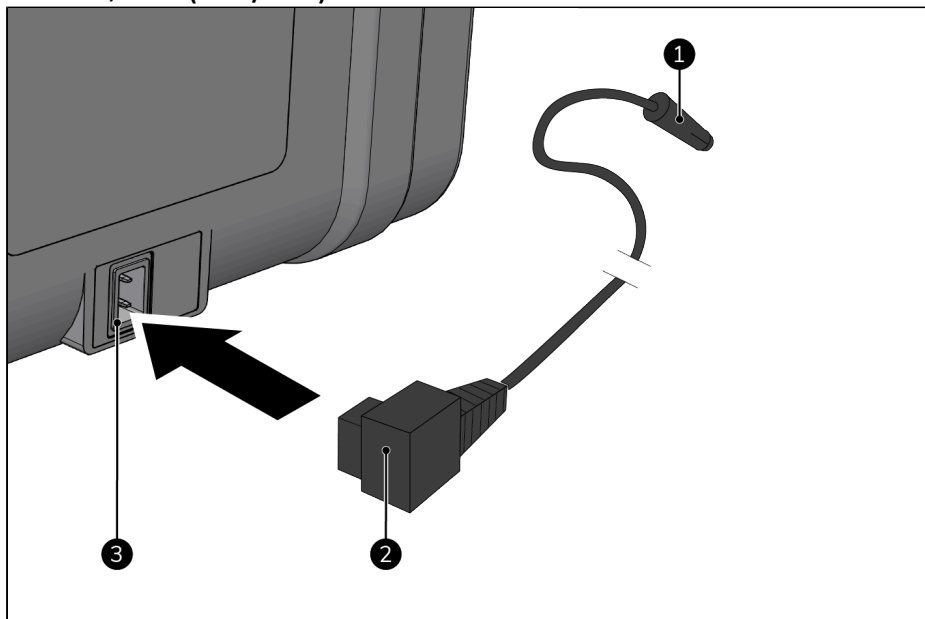

Figur 52.
3. Sæt AC-kablet (Figur 52, pos. 2) i AC/DC-adapteren (Figur 52, pos. 1).
4. Sæt AC/DC-adapterstikket (Figur 52, pos. 5) i enhedens strømforsyning (Figur 52, pos. 6).
5. Sæt strømstikket (Figur 52, pos. 4) i en let tilgængelig stikkontakt (Figur 52, pos. 3).